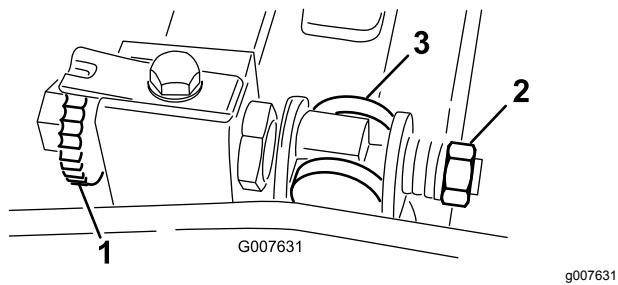

Figura 61
1. Gire el tornillo de ajuste de la barra de asiento en el sentido contrario a las agujas del reloj para alejar la contracuchilla del molinete (**Figura 61**).
2. Afloje la tuerca de tensado del muelle hasta que el muelle deje de presionar la arandela contra la barra de asiento (Figura 61).